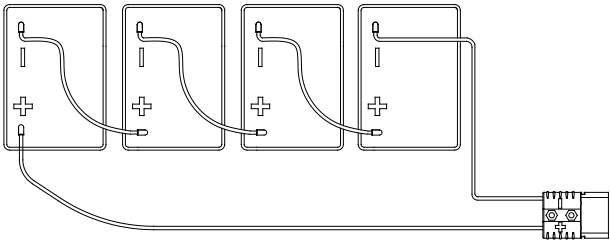

Figura 56
3. La máquina está equipada con los cables de batería adecuados para instalar 4 baterías de 6V. Coloque con cuidado las baterías en el compartimento, a continuación instale el cable de la batería como se indica en la Figura 56 y apriete cuidadosamente la tuerca en cada uno de los terminales de la batería.